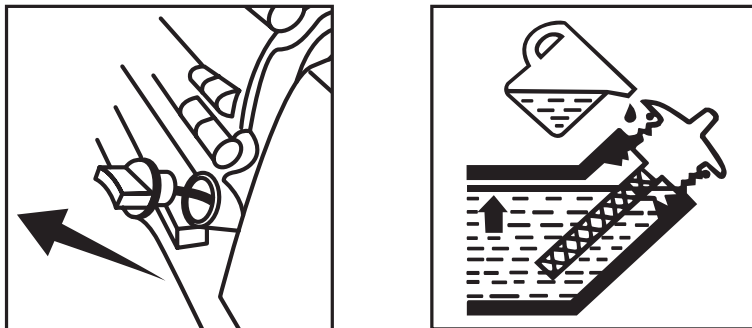

Рис. 10
- Отверните крышку маслосливной горловины (рис. 10) из картера двигателя, достаньте щуп.
- Если уровень масла меньше нижней линии (L) на щупе, долейте масло до верхней линии (H).